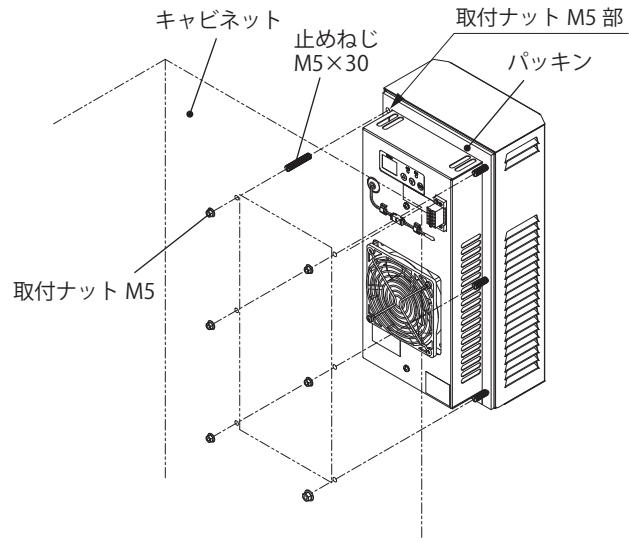

図4 取付方法
- ・付属の止めねじM5×30を本製品の取付ナットM5部に組み付け後、付属の取付ナットM5によりキャビネットへ取り付けることができます。(図4)